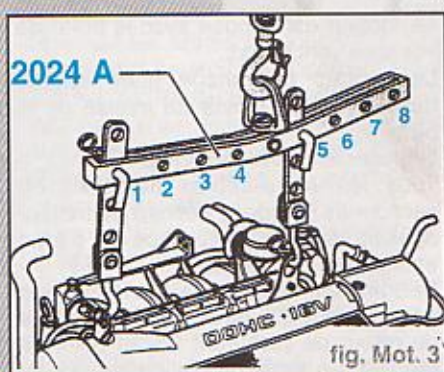

fig. Mot. 3
- Accrocher comme suit le dispositif de suspension **2024 A** et le soulever légèrement avec la grue d'atelier (fig. Mot. 3) :